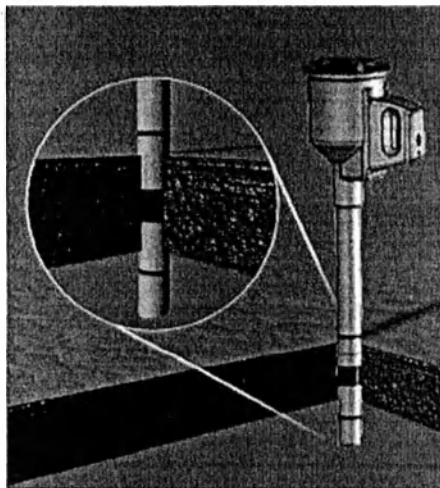

Рисунок 9
5. Удаленный центр канюли (промаркированный черным кольцом на канюле – см. рисунок 9) должен находиться в пределах границ стенки полости тела пациента в соответствии с конкретной методикой выполняемой операции. В случае пациентов с более толстой стенкой полости тела может потребоваться применение канюли большей длины, чтобы обеспечить нахождение наконечника канюли в полости тела во время ее использования. Дополнительную информацию об удаленном центре см. в руководстве пользователя системы *da Vinci Xi*.